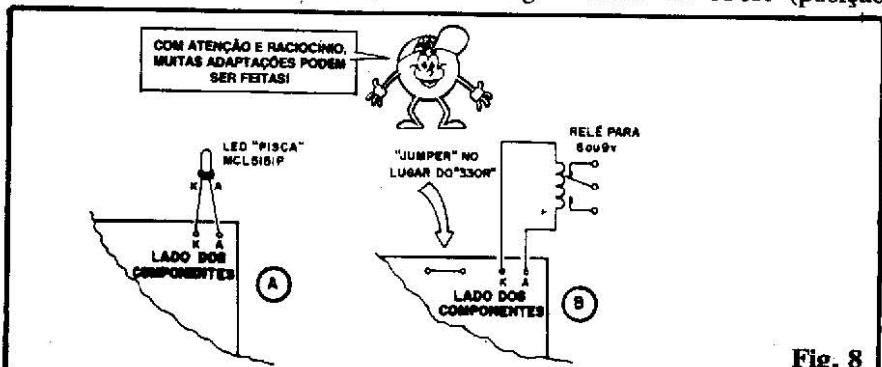

Fig. 8
- FIG. 8-A - Quem quiser uma manifestação mais dinâmica, pode substituir os dois LEDs comuns por um único LED do tipo “piscapiscá” (código MCL5151P), que deve ser ligado à placa conforme mostra o diagrama. No caso, “ouvindo” o som, o circuito disparará os lampojos luminosos (cerca de 3 por segundo) ao longo dos mais ou menos 5 segundos da temporização natural. Como agora o LED é único, quem quiser instalá-lo num boneco, “animalzinho”, robô, etc., poderá fazê-lo no “nariz” da figura.
- FIG. 8-B - Não só de brincadeirinhas vive o circuito do BICHINHO ESCUTADOR! Quem quiser uma aplicação mais séria, na função de “chave acústica” capaz de acionar cargas realmente “pesadas”, originalmente alimentadas por CC ou CA, pode acoplar um relé, cuja bobina deverá ser para 6 ou 9 volts (de acordo com a tensão de alimentação escolhida para o circuito), ligando-o conforme o diagrama, não esquecendo, porém, de remover o resistor originalmente de 330R (posição